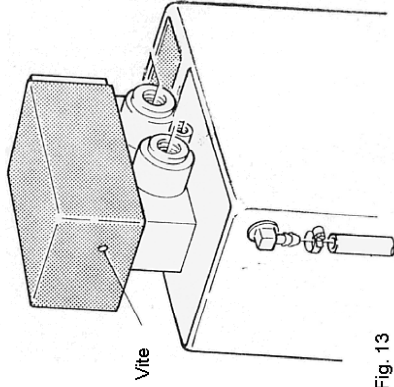

Fig. 13
- Rimuovere il coperchio della valvola tirando leggermente verso l'esterno i due lembi della valvola posteriore (fig. n. 12) oppure svitando la vite posteriore e laterale al coperchio per i modelli con valvola laterale. (fig. 13)